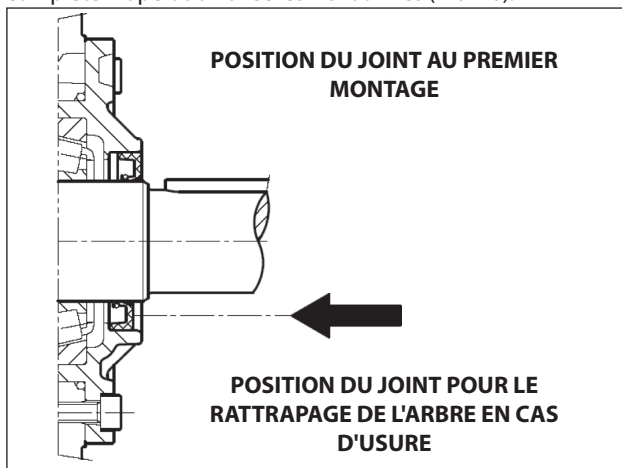

Fig. 7
- Avant de procéder au montage du couvercle latéral côté P.T.O., vérifier les conditions de la lèvre d'étanchéité du joint radial et de la zone de contact relative sur l'arbre. S'il s'avère nécessaire de remplacer le joint, placer le nouveau en utilisant l'outil approprié (réf. 27904500) comme le montre la Fig. 7.
Si l'arbre de la pompe présente une usure diamétrale dans la zone de contact avec la lèvre d'étanchéité, afin d'éviter l'opération de rattrapage, il est possible de repositionner le joint en butée avec le couvercle, comme l'indique la Fig. 7.